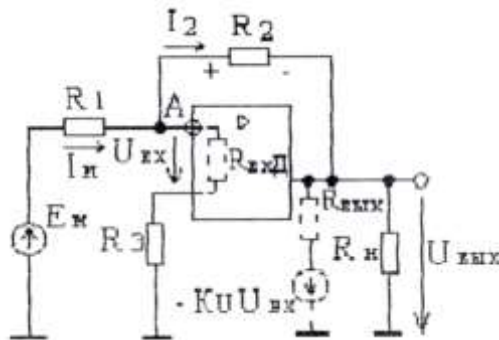

Рисунок 3 – Инвертирующее включение ОУ.
Как входное, так и выходное напряжение могут симметрично изменяться относительно нуля (быть биполярными), как это видно из передаточной характеристики ОУ  $U_{\text{ВЫХ}} = f(U_{\text{ВХ}})$ . При заземленном неинвертирующем входе, (рисунок 3), передача сигнала на выход усилителя осуществляется с инвертированием фазы входного сигнала (передаточная характеристика 1). В случае заземления инвертирующего входа фаза усиленного сигнала в процессе усиления не изменяется (передаточная характеристика 2). Выходное
**Инвертирующее включение ОУ.** В зависимости от условий подачи на вход ОУ усиленного сигнала, а также с учетом подключения внешних компонентов, можно получить инвертирующее включение усилителя. Включение называется инвертирующим, если входной сигнал подается на инвертирующий вход (вход «-»), а неинвертирующий вход заземлен (рисунок 3).